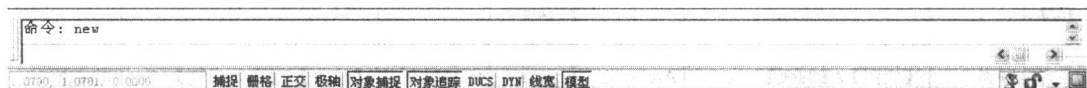

图 1-4 在提示栏中输入【new】命令
(3) 在提示栏里输入 new, 再按 Enter 键, 如图 1-4 所示, 也可以得到同样的效果, 命令如下: